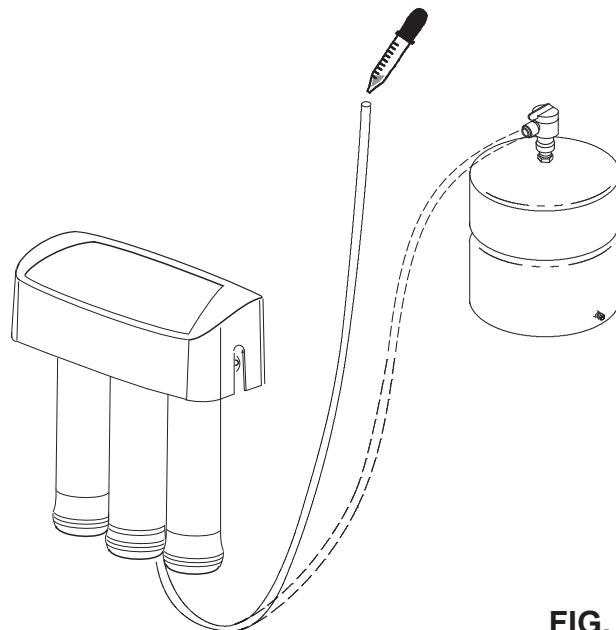

FIG. 23
Desinfecte el sistema inmediatamente después de la instalación del sistema de ósmosis inversa. También se recomienda hacerlo tras darle mantenimiento a las piezas internas. Es importante que la persona que instale o le dé mantenimiento al sistema tenga las manos limpias mientras manipula las piezas internas. Para desinfectar el sistema, siga los pasos a continuación: Vea la Fig. 23.
4. Agregue 3 ml. de cloro en el extremo abierto de la tubería amarilla. Manipule el cloro según las recomendaciones del fabricante. Vea la Fig. 23.